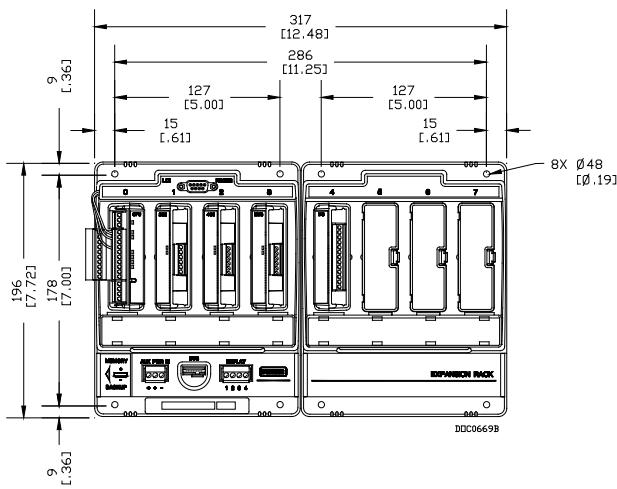

Figura 4. Dimensiones del estante de expansión y el FB107
- Unidad principal y estante de expansión.** Coloque la unidad principal sobre la placa de montaje de la carcasa y ubique los orificios de montaje en la placa con el FB107 como plantilla. Vea la *Figura 4* para obtener las dimensiones de la unidad principal con el estante de expansión. Perfore y rosque orificios de montaje en la placa con una rosca de 8-32 UNC. Coloque la unidad principal sobre las ubicaciones roscadas y conecte la placa con los cuatro tornillos de 8-32 UNC x 1,00 pulg provistos. No apriete por completo. Enchufe el estante de expansión en la unidad principal y, mientras se encuentre en su posición, marque las ubicaciones de los orificios de montaje del estante. Retire cuidadosamente el estante de expansión y, luego, perfore y rosque los orificios de montaje en la placa con una rosca de 8-32 UNC. Enchufe el estante de expansión en la unidad principal y conecte la placa con los cuatro tornillos de 8-32 UNC x 1,00 pulg provistos. Ajuste los ocho tornillos de montaje en un par de 1,1 a 1,4 N·m aproximadamente.